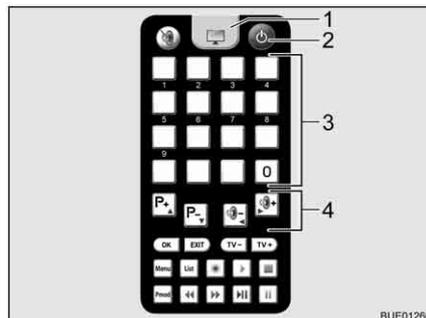

Fig. 31 Mando a distancia
- Pulsar la tecla "⏻" (Fig. 31,2) del mando a distancia. La antena parabólica se levanta de su posición de estacionamiento y conmuta al modo de búsqueda. Cuando la instalación haya encontrado un satélite, sonará una señal acústica.
- Ajustar la emisora deseada con las teclas de memoria (Fig. 31,3) o las teclas de función (Fig. 31,4).